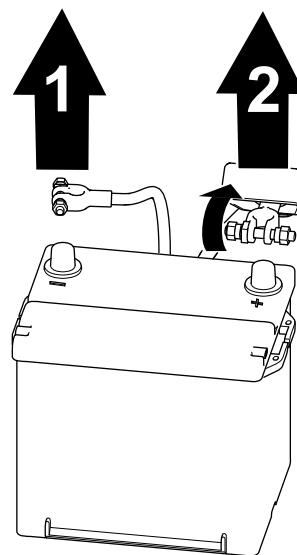

図 62
1. バッテリー端子から、マイナスケーブルを外す図 62。
2. バッテリーのプラスケーブルについている絶縁カバーを外して、プラスケーブルをバッテリーから外す図 62。